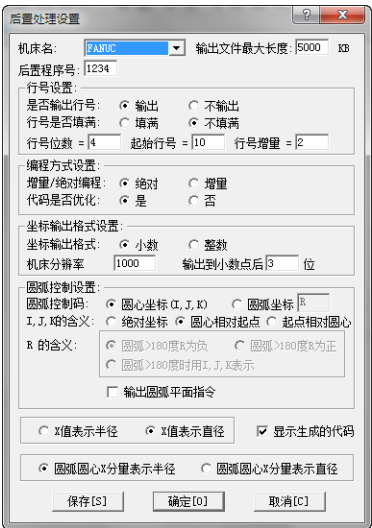

图 4-44 “后置处理设置”对话框
2) 选择下拉菜单“数控车”→“后置设置”命令，或直接单击“数控车工具”工具栏中的“后置设置”按钮，系统弹出“后置处理设置”对话框，设置参数如图 4-44 所示。